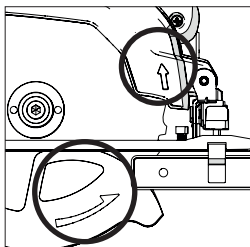

Fig. 6
- Asigurați-vă că săgețile imprimate pe disc, care indică direcția de rotire, corespund săgeților de direcție a rotației de pe scuturile de disc superior și inferior ale unelei. **(Fig. 6)**